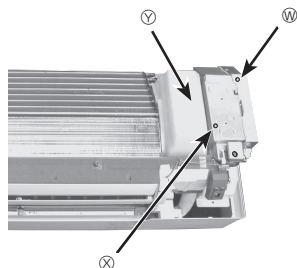

Fig. 6-4
- Maintenir la partie inférieure des 2 extrémités du panneau et la tirer légèrement vers vous, puis déposer le panneau en le poussant vers le haut. (Fig. 6-4)
- Retirer les couvercles avant et latéral du boîtier électrique (1 vis pour chacun). (Fig. 6-4)
- Retirer le dispositif d'arrêt de l'eau. (Fig. 6-4)